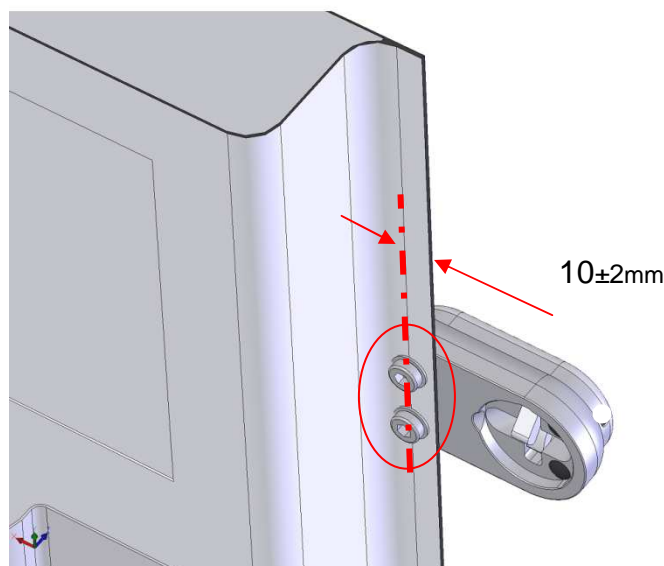

Fig.5
- La **posicion de los primeros dos agujeros de 9** son alrededor de 10 ± 2 mm del borde vertical de la puerta que abre (vedi fig.5). Se trata de una superficie de la puerta muy resistente. La tolerancia indicada sirve para permitir el posicionamiento de la cabeza cilindrica del perno M8 dentro del borde y no fuera de el.
Antes de perforar, verificar que la cabeza del perno M8 este contenida en el borde (vedi fig.5).